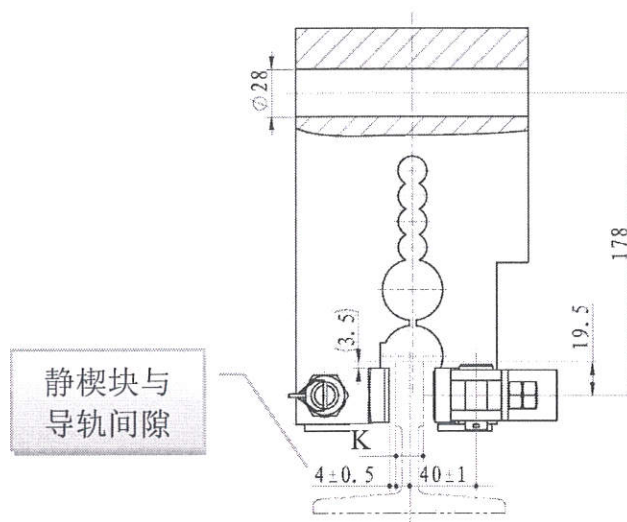

图 4 安全钳与导轨间隙
2.2.2.3 安全钳前部静楔块侧用螺栓固定，动楔块侧用压缩弹簧固定，调节静楔块侧螺栓位置，使安全钳左右移动，静楔块与导轨的间隙接近 4mm，允许误差为 $\pm 0.5\text{mm}$ ，如图 4 所示。